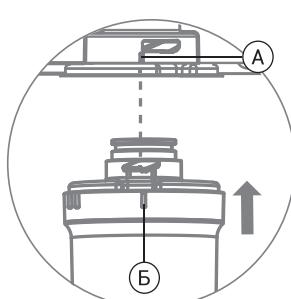

Рис. 4
3. Совместите метку «I» (A) на скобе фильтра и метку «I» (Б) на картриidge (рис. 4).